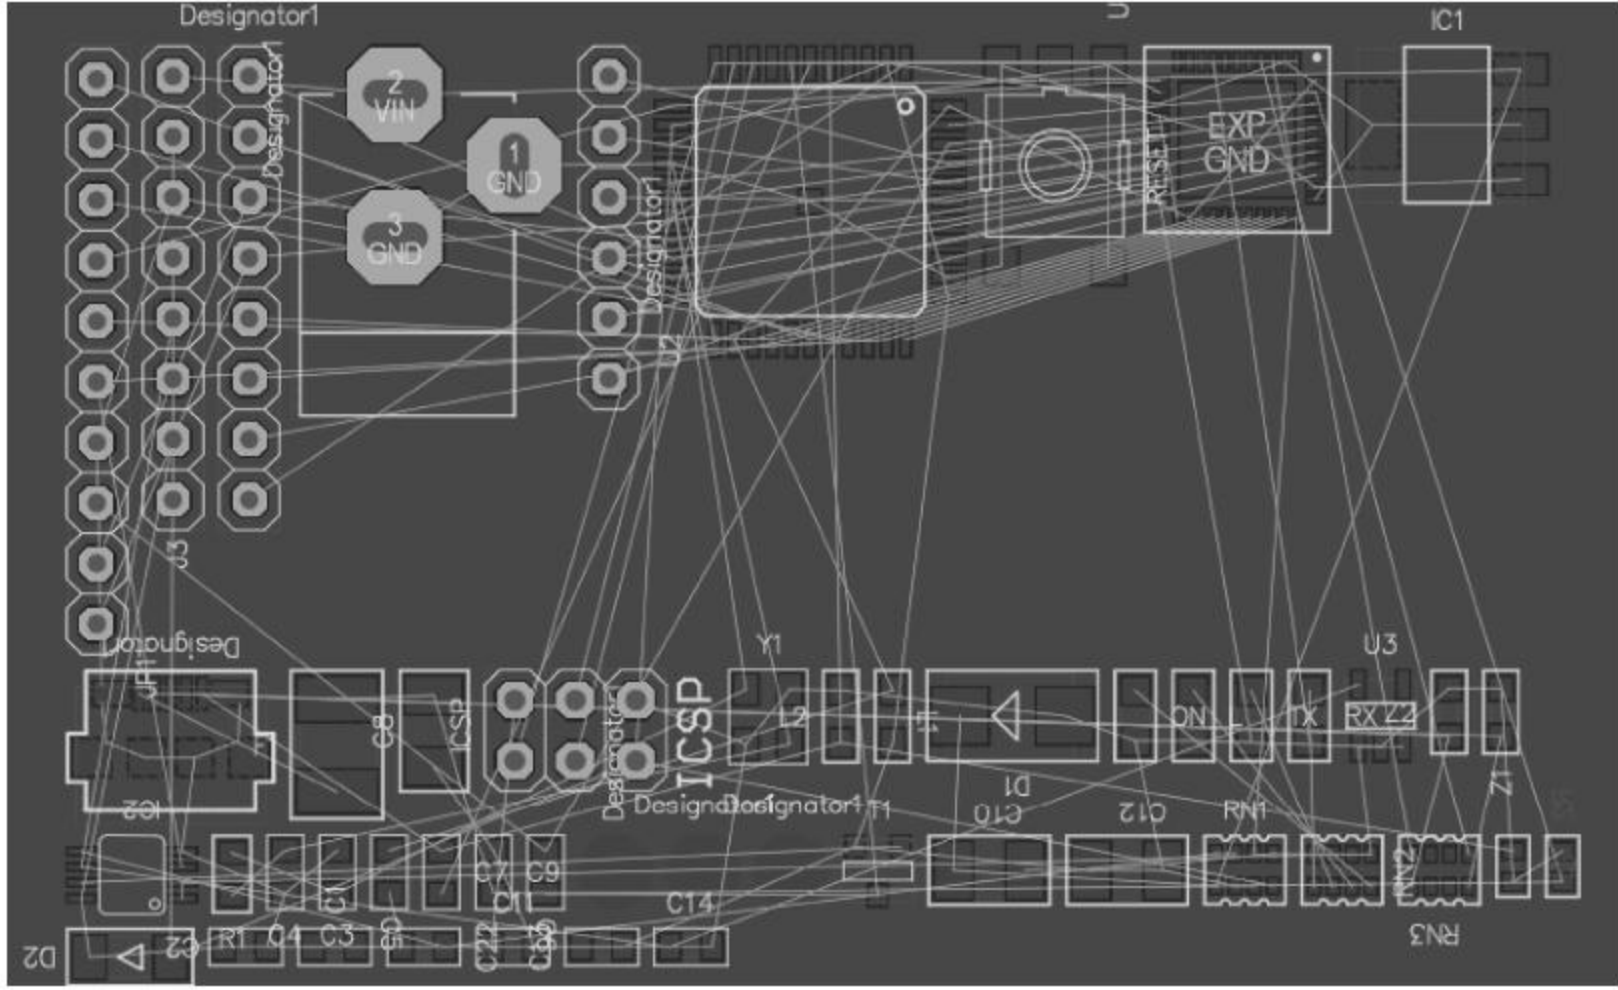

图 5-12 完成原理图与 PCB 之间的同步更新
(3) 单击“关闭”按钮,关闭“工程变更指令”对话框,即可完成原理图与 PCB 之间的同步更新,如图 5-12 所示。